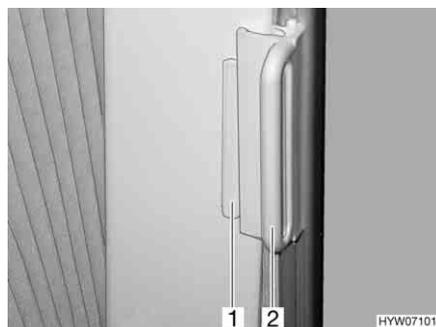

Fig. 85 Estor plegable, ventana de la cabina del conductor
- Coger los estores plegables por el tirador (Fig. 85,2) y cerrarlos cuidadosamente hasta que el cierre magnético lo mantenga en esta posición.
- Desplazar el tirador (Fig. 85,2) hasta la pieza sobrepuesta (Fig. 85,1). El estor plegable queda asegurado.